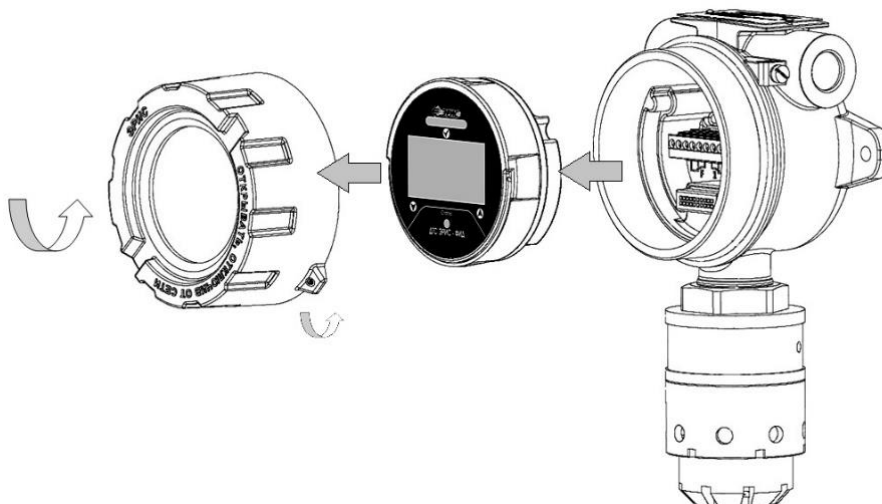

Рисунок 23- Схема разбора газоанализатора
1) Открутить стопорный винт на верхней крышке газоанализатора (рис. 23). Открутить крышку по резьбе. Снять электронный модуль с разъемов, потянув его горизонтально за полукруглую ручку "дугу" (не делая вращательного движения). Во время проведения работ избегать попадания влаги в датчик.